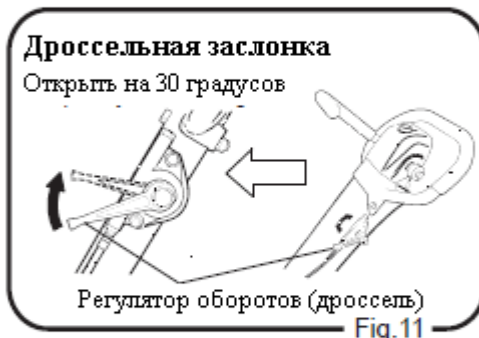

Fig.11
2. Поверните рычаг регулятора оборотов примерно на 30° (рис. 11).